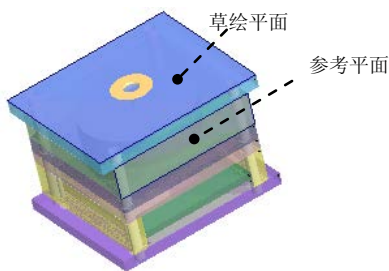

图 30.23 定义草绘平面
Step2. 定义草绘截面放置属性。选取图 30.23 所示的表面为草绘平面，然后选取图 30.23 所示的表面为参考平面，方向为 **右**。单击 **草绘** 按钮，进入草绘环境。